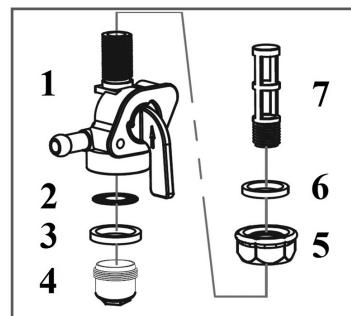

Рис. 16 Устройство топливного крана
Устройство топливного крана показано на Рис. 16.
- Открутите контргайку 5 на 1-2 оборота (Рис. 16).
- Извлеките из корпуса топливного крана 1 уплотнительное кольцо 3 и сетчатый фильтр 2 (Рис. 16).
- Выкрутите из корпуса топливного крана сетчатый фильтр 7 (Рис. 16).